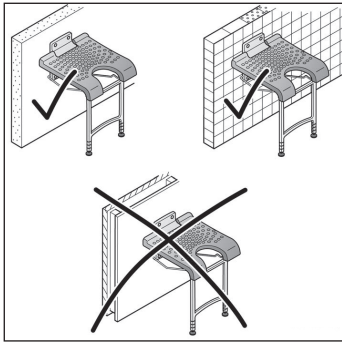

Fig. 9
- The seat should only be mounted on walls of sufficient load-bearing capacity using suitable mounting materials (Fig. 9).
- Nur an Wänden mit ausreichender Tragfähigkeit und mit geeignetem Befestigungsmaterial montieren (Fig. 9).